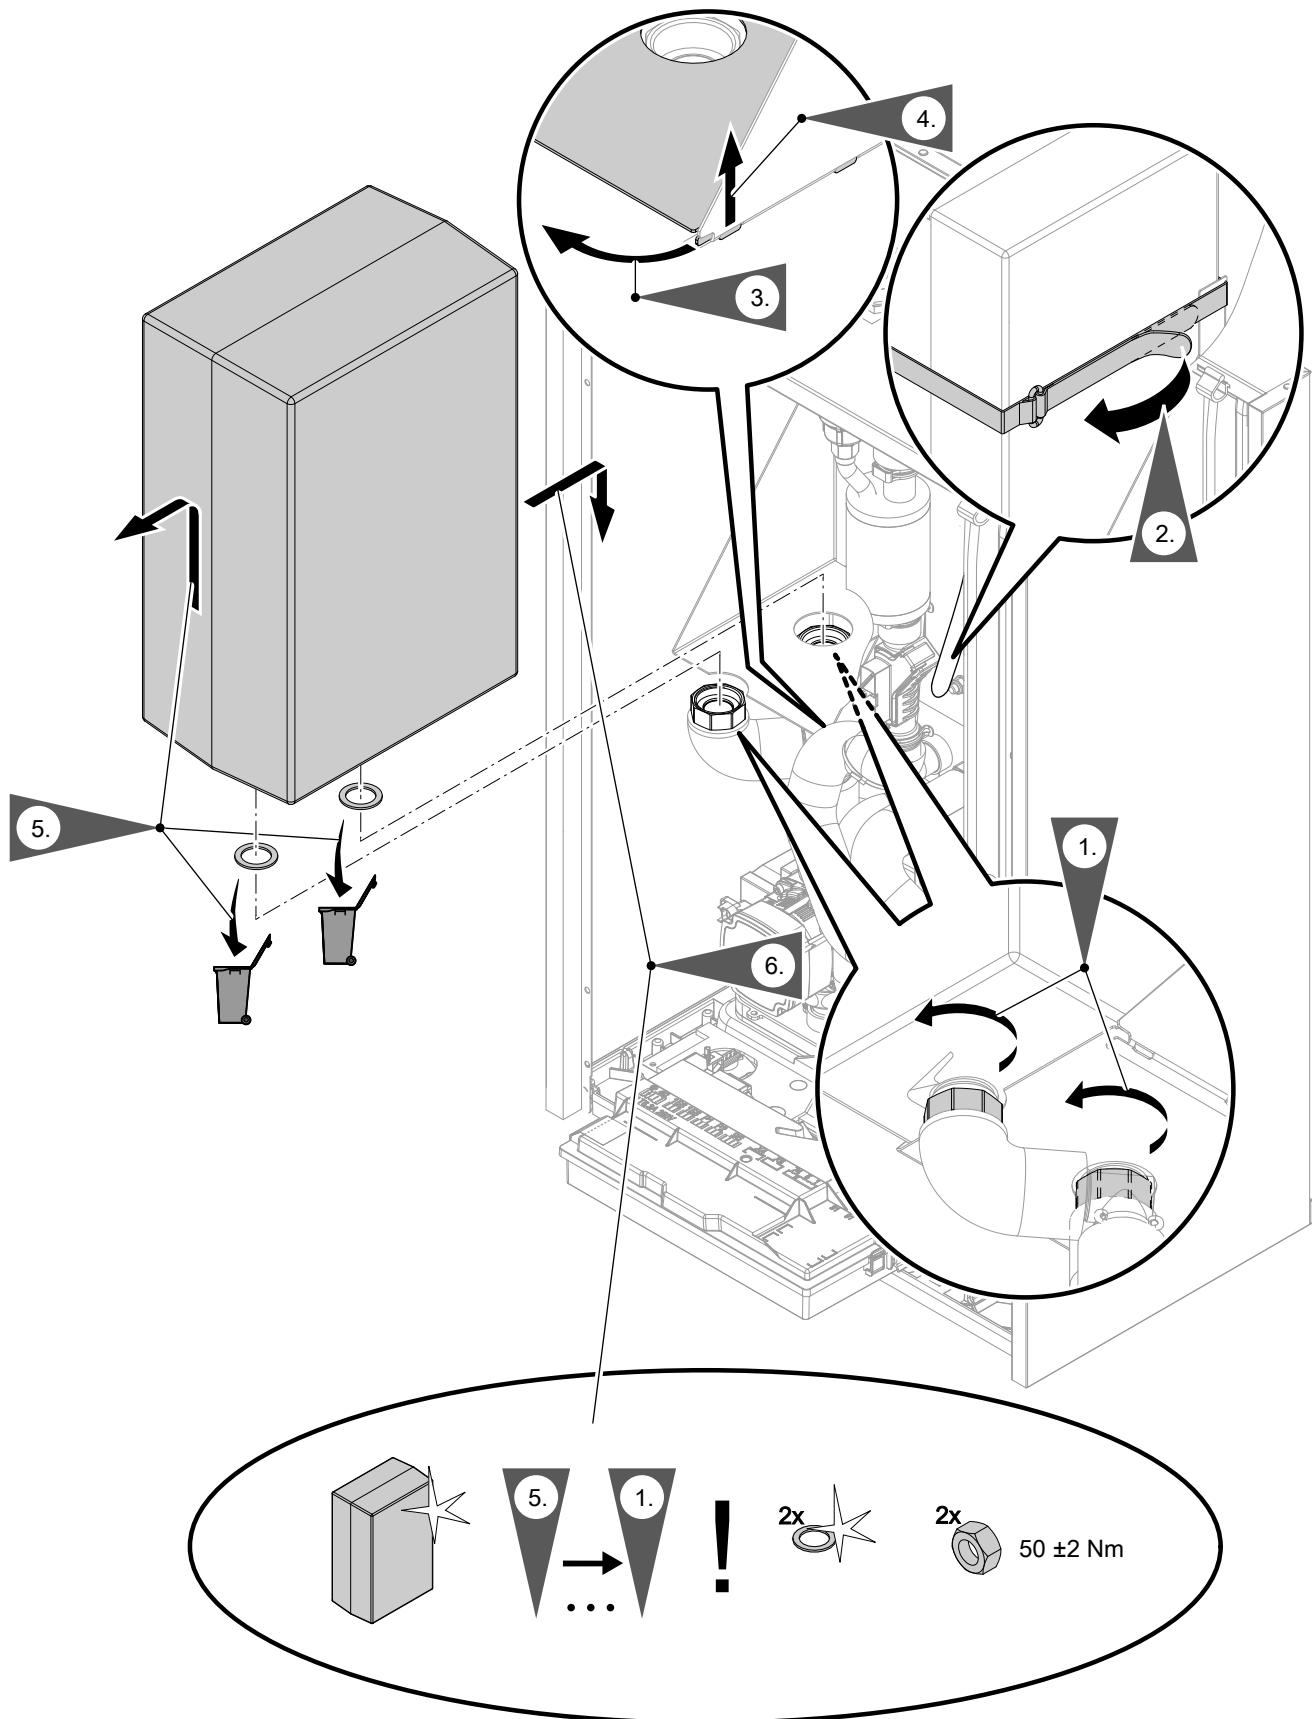

Abb. 73
- Integrierter Pufferspeicher: Siehe Abb. 73.